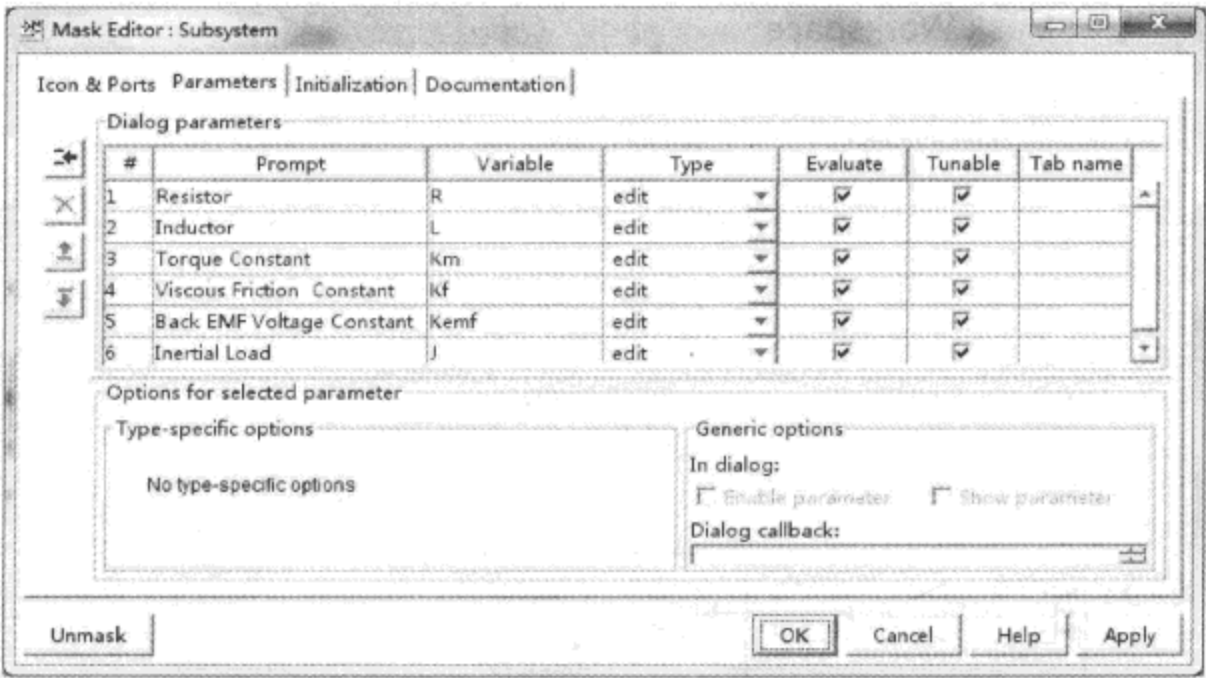

图 2.2.35 Mask 参数设置界面
- ① Prompt:参数的文字描述。
- ② Variable:参数对应的变量名。
- ③ Type:参数的输入模式,edit 适用于需要用户具体指定的参数。
- ④ Evaluate:选中表示在参数对话框中输入表达式的值赋予指定的变量,否则将输入的表达式看作字符串赋予指定的变量。
- ⑤ Tunable:选中则允许用户在仿真过程中修改该参数值。
- 在本例中,按图 2.2.35 所示的方案设定参数。